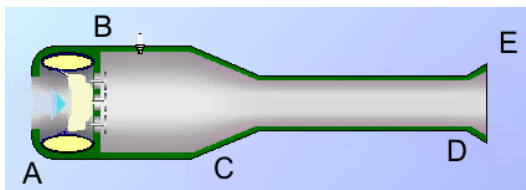

Рисунок 6.25 – Схема ПРД
- безкомпресорні прямооточні повітряно-реактивні двигуни (ПРД), у яких для підтримання горіння використовується атмосферне повітря, що за рахунок власного динамічного напору при русі літака заходить у камери згоряння, стискається і змішується в них із паливом, після чого паливо-повітряна суміш згоряє, а гази, що відходять, створюють реактивну тягу (рисунок 6.25);